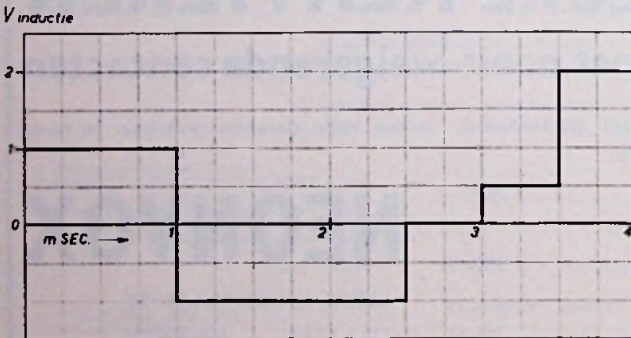

Fig.2
④ Door een verliesvrije spoel met een zelfinductie van 1 H vloeit een veranderlijke stroom. De spanning aan de klemmen van de spoel verloopt als in fig. 2 aangegeven.